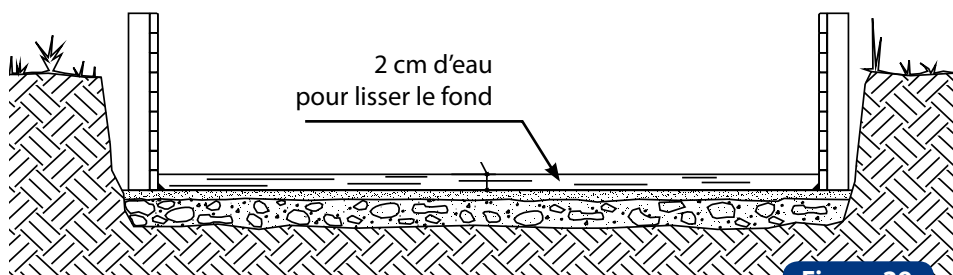

Figure 29
- Remplissez la piscine d'eau sur une hauteur de 2 cm (figure 29).